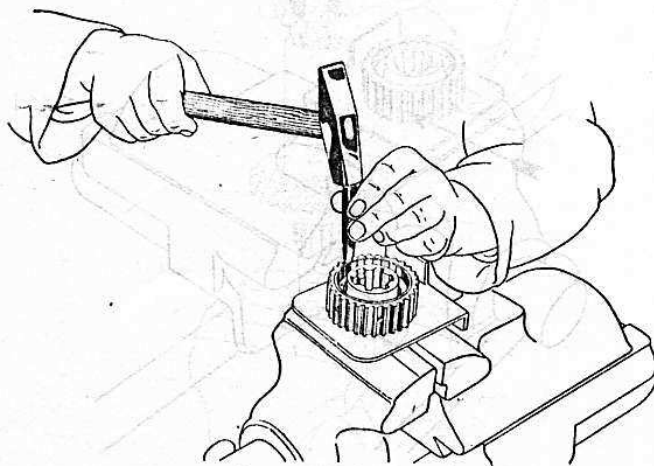

Bild 106
11. Sicherungsnasen gegen Verdrehung des Ringes in diesen mit Meißel einschlagen (Bild 106).